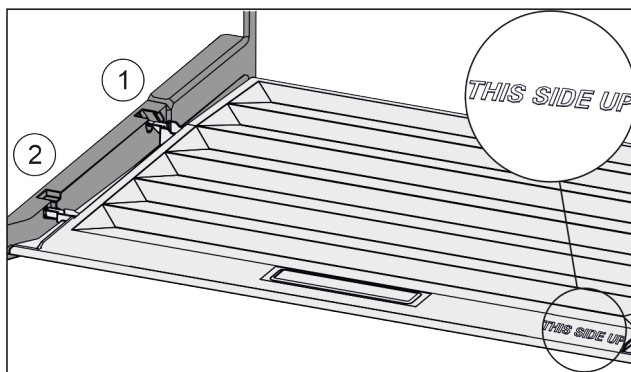

Fig. 92
- ▶ Introduceți nervura capacului prin orificiul suportului posterior Fig. 92 (1) și înclinați-l în față în suport Fig. 92 (2).